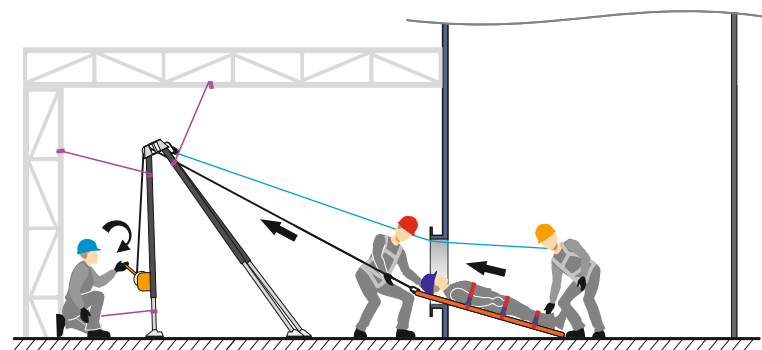

Рис. 16 Эвакуация пострадавшего из ОЗП.
13. Спасатель № 2 принимает пострадавшего снаружи, спасатель № 1 следит за пострадавшим внутри ОЗП (рис. 16).